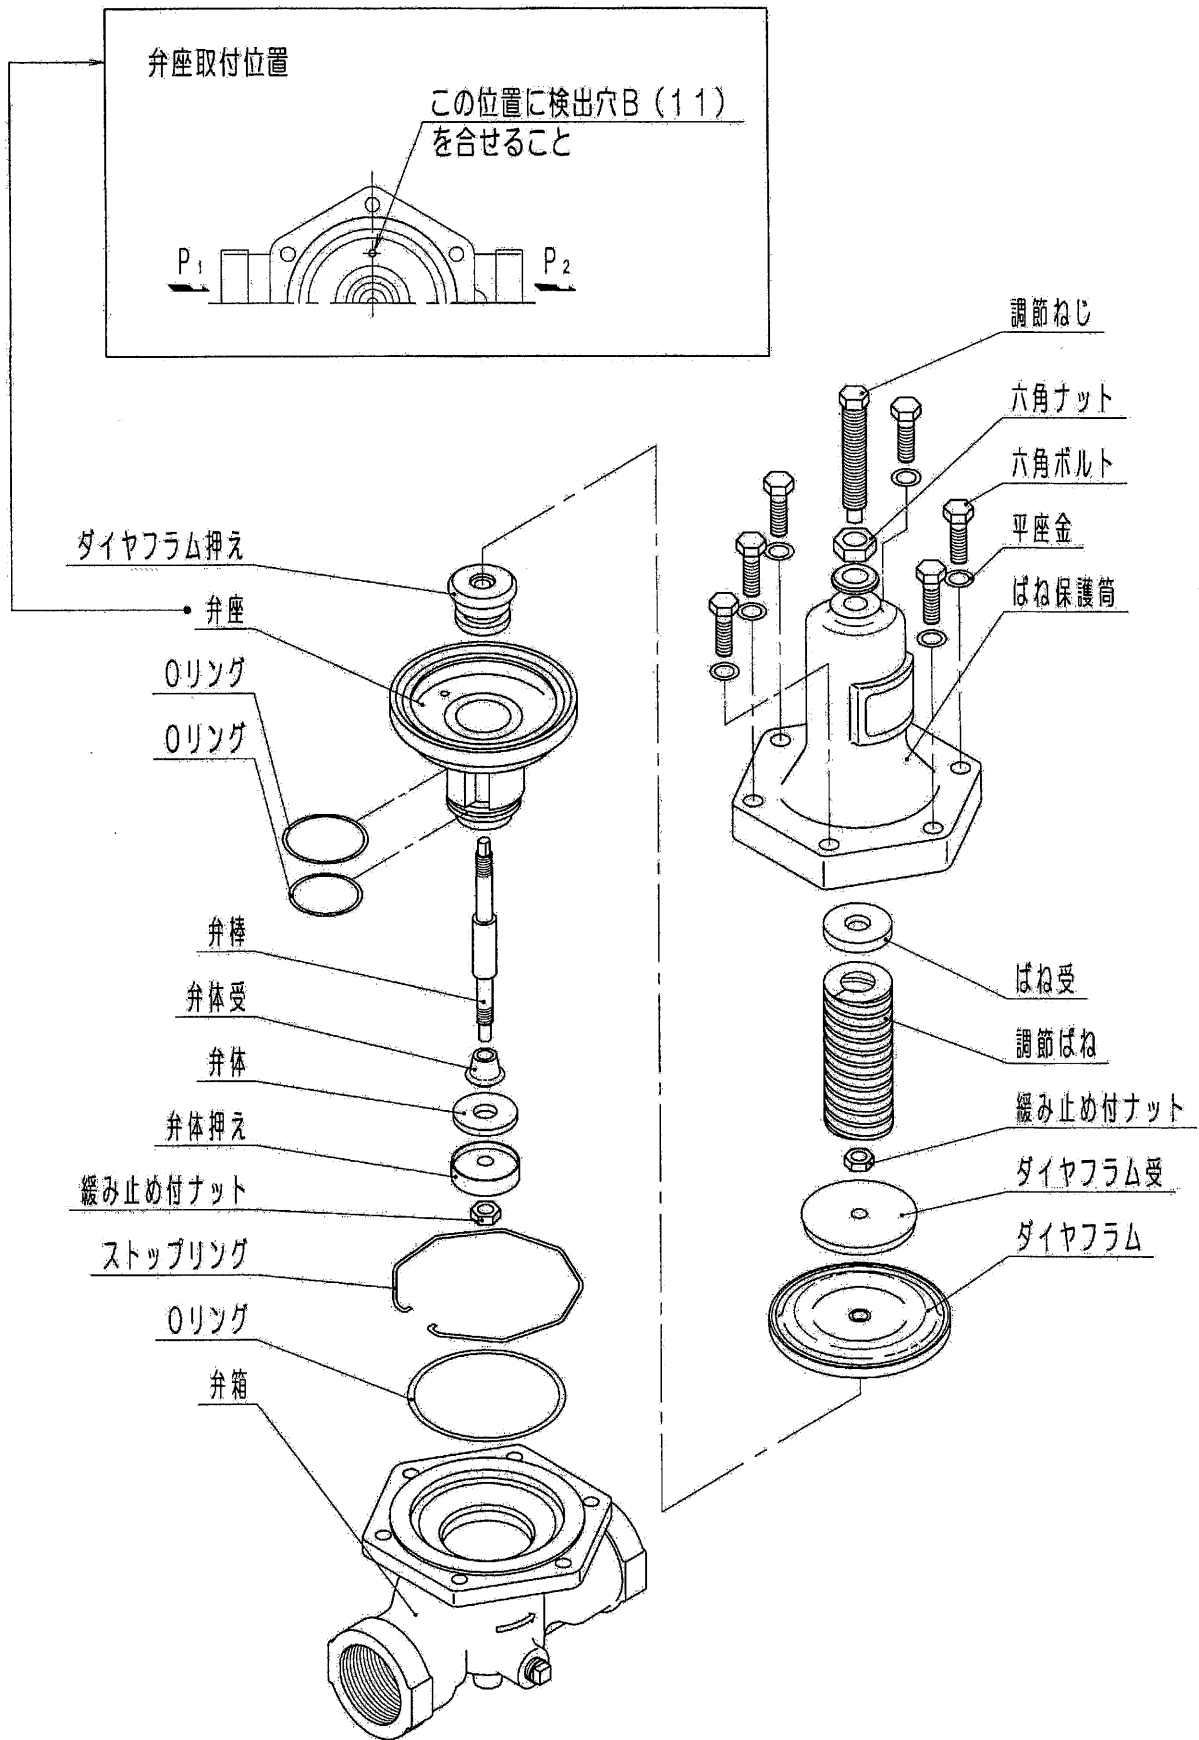

図6 分解図
6.3 保守時などさらにカートリッジの分解が必要な場合は、図6の分解図を参照ください。
8.2 組立は各部品を清掃後、分解の場合と逆の手順序で行ってください (図6参照)。